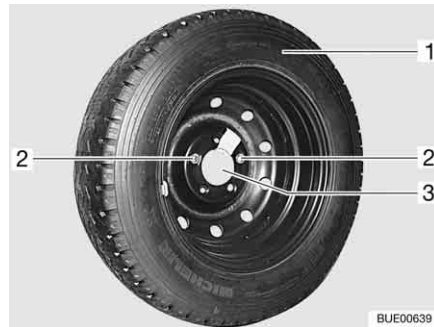

Fig. 309 Soporte para rueda de repuesto en el garaje trasero
- Aflojar los dos tornillos de fijación (Fig. 309,2) con las herramientas de a bordo y extraerlos.
- Retirar la rueda de repuesto (Fig. 309,1) del soporte (Fig. 309,3).